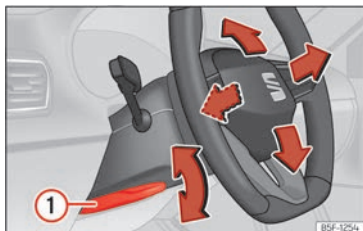

Abb. 68 Hebel auf der linken unteren Seite der Lenksäule.
• Hebel >>> **(Abb. 68) ①** nach unten schwenken, Lenkrad in die gewünschte Position bringen und Hebel wieder bis zum Schließpunkt nach oben drücken.
• Den Hebel >>> **(Abb. 68) ①** nach dem Einstellen immer fest nach oben schwenken, damit das Lenkrad während der Fahrt nicht unbeabsichtigt seine Position verändert.